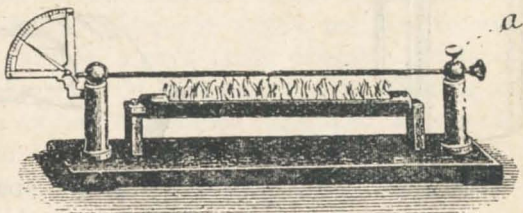

Fig. 32. Pirómetro. Fijando la varilla por el extremo A se dilata por el otro extremo y mueve la aguja del cuadrante.
1) Tome un «pirómetro» y atendiendo las indicaciones de su profesor sobre su funcionamiento, proceda a calentar la varilla metálica del caso. ¿Qué se observa? ¿A qué se debe esto? ¿En qué sentido se ha verificado, especialmente, el crecimiento o «**dilatación**»? Repita la experiencia con varillas de otro metal. ¿Qué se observa, siempre? Fig. 32.
La varilla se fijará por el tornillo A. Constrúyase un cuadrante graduado que lleve también una aguja indicadora, en la forma de la fig. 32.